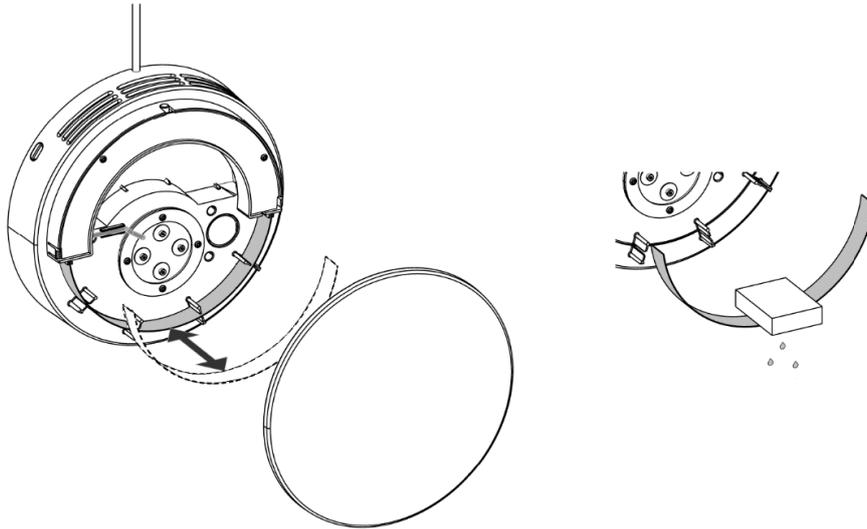

Abbildung 18 - Inneren Grobfilter reinigen
- Die innere Abdeckung abnehmen. Den inneren Grobfilter herausnehmen und vorsichtig mit einem feuchten Schwamm oder Tuch reinigen, siehe nachstehende Abbildung 18 unten.